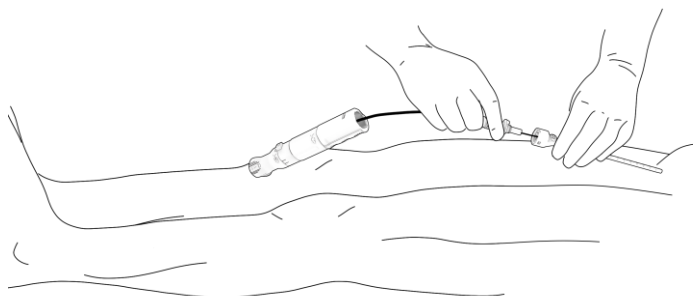

Bild 8. Mata fram PerQseal® förslutningsanordning till införingshylsan.
- b. Mata fram laddningskanylen över ledaren mot införingshylsans fattning enligt Bild 8. Om det är svårt att föra kanylen över ledaren bör du kontrollera att ledaren inte är vikt och att den är fri från koagulerat blod och trombos.